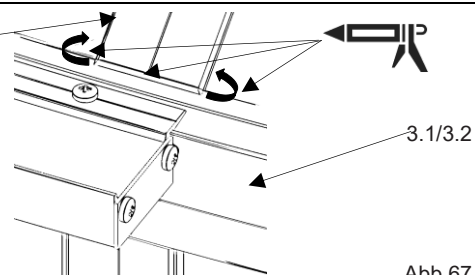

Abb.67
- alle 12 Verbindungsstöße zwischen Dachsprossen (6.1/6.2) (7.1/7.2) und den Traufprofilen (3.1/3.2) umlaufend versiegeln. (Abb.67/68)